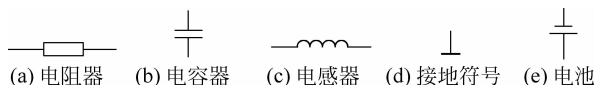

图 3-4 基本元器件的图形符号
(1) 电路符号的识别。图 3-4 是元器件图形符号的几个例子。
(2) 元器件图形符号的标准化使用。国家标准中,一种电子元器件只有一种图形符号的表示形式。由于国家标准与国外一些国家的标准在某些方面存在不同,所以在进口机器的电路图中会出现一些与图 3-4 所示的几种元器件的图形符号不同的情况,看图时注意识别即可。